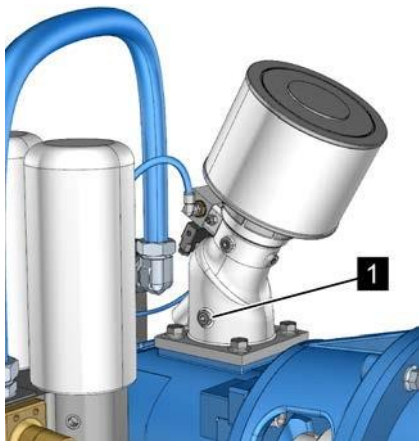

Рис. 32: Резьбовая пробка регулятора впуска
1. Отверните резьбовую пробку регулятора впуска (Рис. 32/1).
2. Залейте охлаждающую жидкость в резьбовую пробку регулятора впуска (Рис. 32/1).
3. Закрутите резьбовую пробку регулятора впуска (Рис. 32/1) (↪ Приложение В «Моменты затяжки винтов» на странице 126).